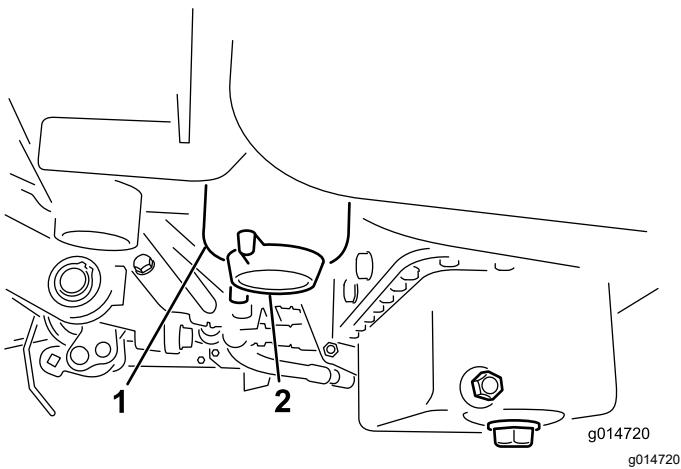

Figura 40
2. Limpe a zona de montagem do recipiente do filtro (Figura 40).
4. Abra o tampão de escoamento do filtro (Figura 40).